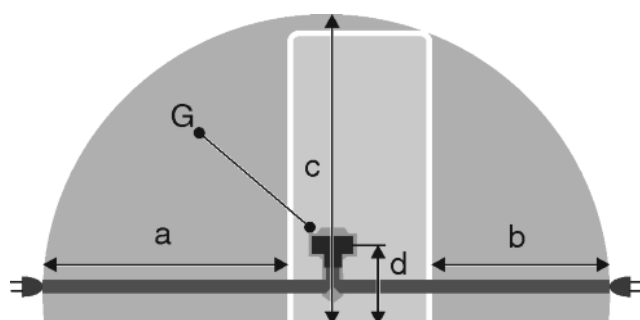

Fig. 41
- La prise de courant est en dehors de la zone postérieure de l'appareil dans la zone concernée. Fig. 41 (a, b, c)
- Introduire la fiche de l'appareil Fig. 41 (G) au dos de l'appareil. Veiller à bien les encliqueter.